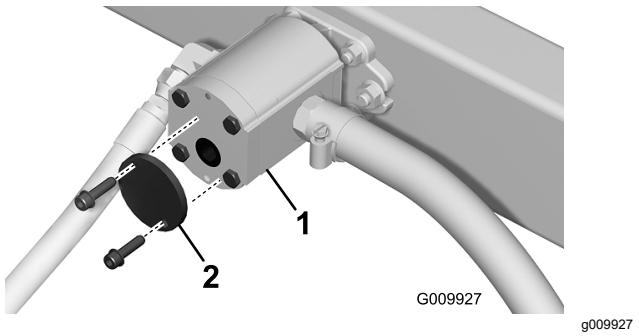

Figura 4
1. Limpe cuidadosamente a zona em redor do tampão da bomba hidráulica para evitar que entre contaminação na bomba (Figura 4).
2. Retire os 2 parafusos que fixam o tampão à bomba hidráulica e retire o tampão (Figura 4).